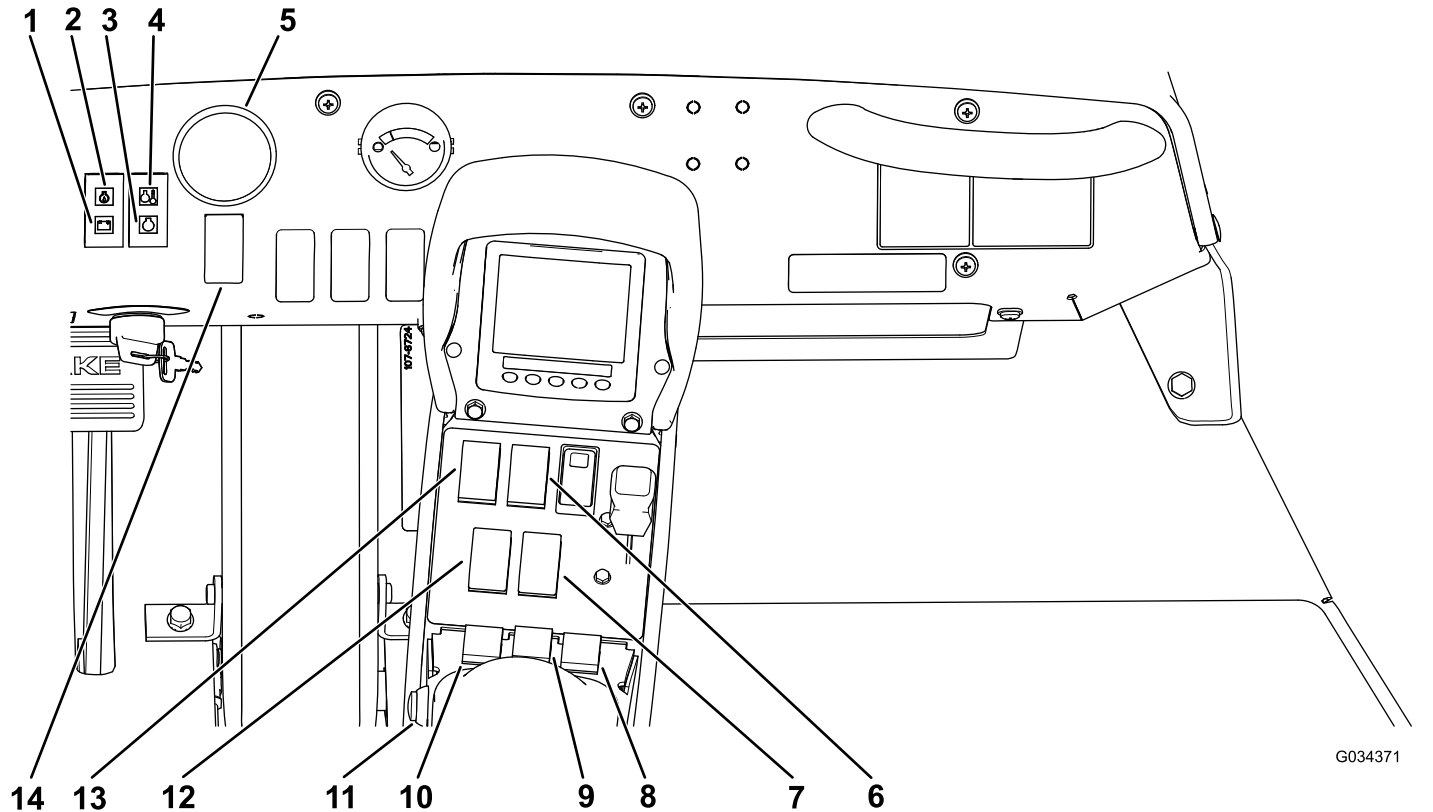

Figura 10
El interruptor del caudal de aplicación está situado en el salpicadero, a la derecha del volante (Figura 10). Pulse y mantenga pulsado el interruptor hacia adelante para aumentar el caudal o presión de aplicación, o púselo y manténgalo pulsado hacia atrás para reducir el caudal o presión de aplicación.
El manómetro (Figura 10) está situado en el salpicadero. Este indicador muestra la presión del fluido del sistema de fumigación en kPa y psi.
Los interruptores de sección de brazo están situados en la consola central, en la parte delantera del reposabrazos (Figura 10). Mueva cada interruptor hacia adelante para activar el tramo de brazo correspondiente y hacia atrás para desactivarlo. Cuando el interruptor está en la posición de ACTIVADO (ON), aparece un ícono en el InfoCenter.
El interruptor de la bomba está situado en la consola central, a la derecha del asiento (Figura 10). Mueva este interruptor hacia adelante para poner en marcha la bomba, o hacia atrás para parar la bomba.
Los interruptores de elevar/bajar brazo están situados en la consola central, a la derecha del asiento y se utilizan para elevar o bajar los brazos izquierdo y derecho (Figura 10).